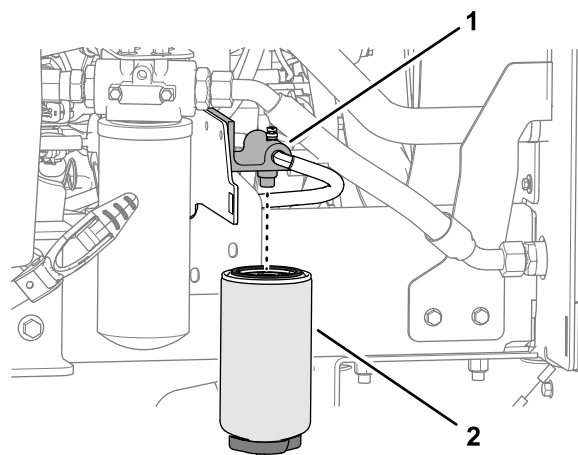

Figura 59
1. Mettete un contenitore pulito sotto la scatola del filtro del carburante (Figura 59).
3. Pulite l'area circostante la testa del filtro e il filtro del carburante (Figura 59).
4. Togliete la scatola del filtro e pulite la testa del filtro (Figura 59).